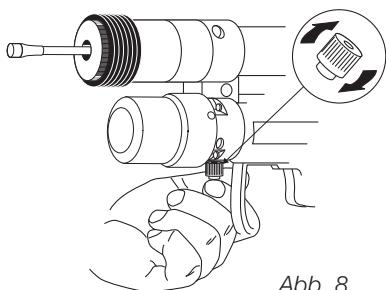

Abb. 8
2. Die Schutzmutter umdrehen und auf das Gewinde der Antiblockiereinrichtung (C) (Abbildung 8) aufschrauben.